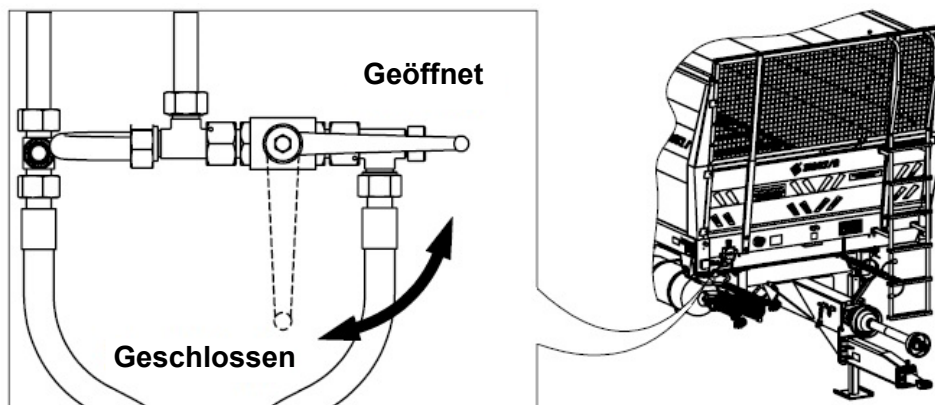

Abbildung 22. Umkehr-Rückschlagventil des Kratzbodens
- 2) Den Griff des Umkehrsperrventils des Kratzbodens in die Position „offen“ bringen – siehe Abbildung 22.